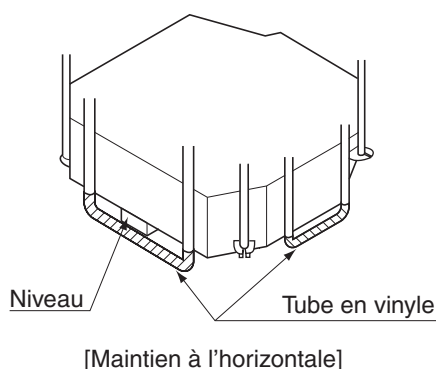

Fig. 9
- (3) Ajustez le tout pour que l'unité soit bien alignée. (Reportez-vous à **3. PRÉPARATION AVANT L'INSTALLATION – (1)**)
- Utilisez le guide d'installation (15) pour vérifier les positions du dessous de l'unité à la surface inférieure du plafond.
- (4) Vérifiez que l'unité est bien à niveau. (**Reportez-vous à la Fig. 9**)
- (5) Retirez le collier de serrage (7) utilisé pour empêcher la chute de la rondelle pour support de suspension (3) et resserrer l'écrou supérieur.
- (6) Retirez le gabarit d'installation en papier (5).